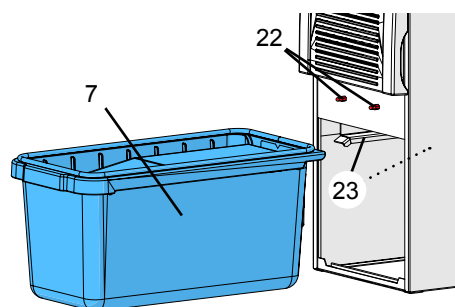

Fig. 16
- ⇒ Vérifier l'état des joints du tiroir à poussière (24), les remplacer s'ils sont endommagés.
- ⇒ Insérer le tiroir à poussière tout droit jusqu'en butée dans l'appareil. Veiller à ce que le tiroir à poussière soit correctement mis en place dans le guide (23, Fig. 16).
- ⇒ Accrocher le cache frontal (5, Fig. 1) en bas et l'enfoncer en haut sur les goujons d'arrêt (22, Fig. 16) jusqu'à ce qu'il s'encliquette.